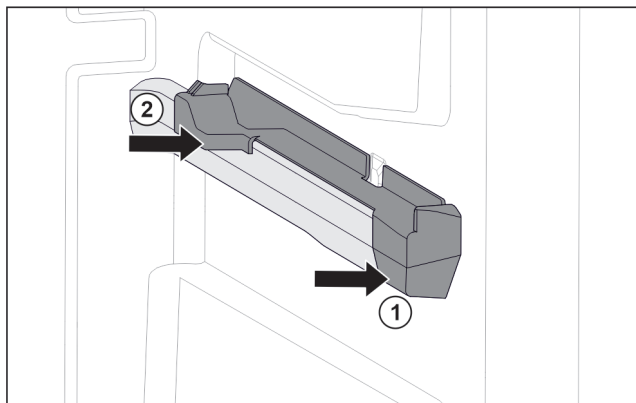

Fig. 70 Element nasadzany na prawym żebrze pojemnika
- ▶ Umieścić element nasadzany z przodu na żebrze pojemnika. Fig. 70 (1)
- ▶ Docisnąć element nasadzany z tyłu. Fig. 70 (2)